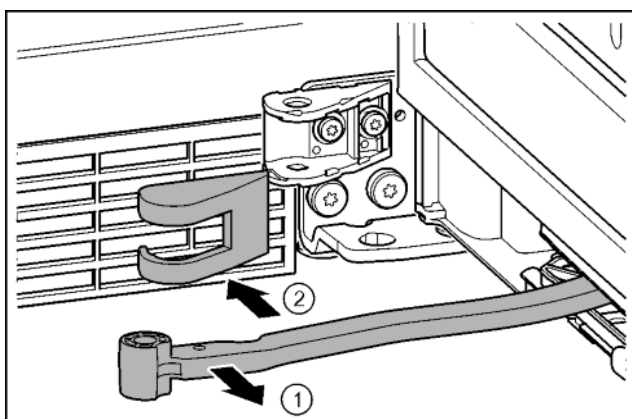

Fig. 15
- ▶ Повернуть шарнир в направлении двери. Fig. 15 (1)
- ▶ Снять крышку опорного кронштейна. Fig. 15 (2)